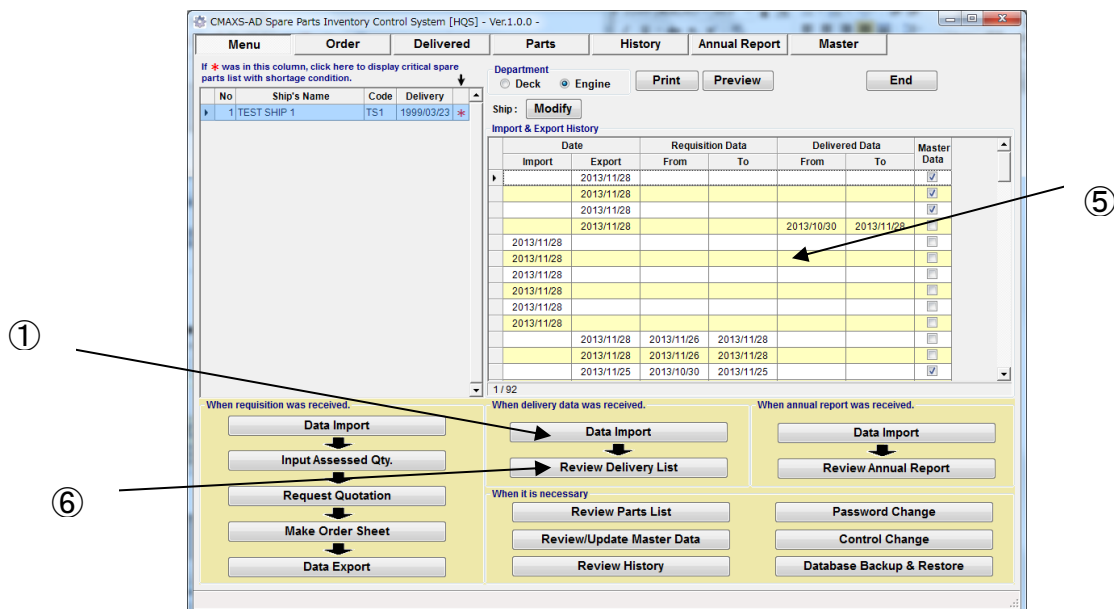

図 9-1 Menu 画面
- (1) 本船より受領部品のデータを受信した際は、“Menu 画面”(図 9-1)上で [Data Import]を選択します。
- (3) “Delivery Data”の左側にチェックマークがあるか確認してください。
- (4) “Data Import ウィンドウ”上で [OK]を選択してください。
- (5) "Import & Export History"上に受信履歴が記録されます。
- (6) “Menu 画面”(図 9-1)上で [Review Delivery List]を選択してください。